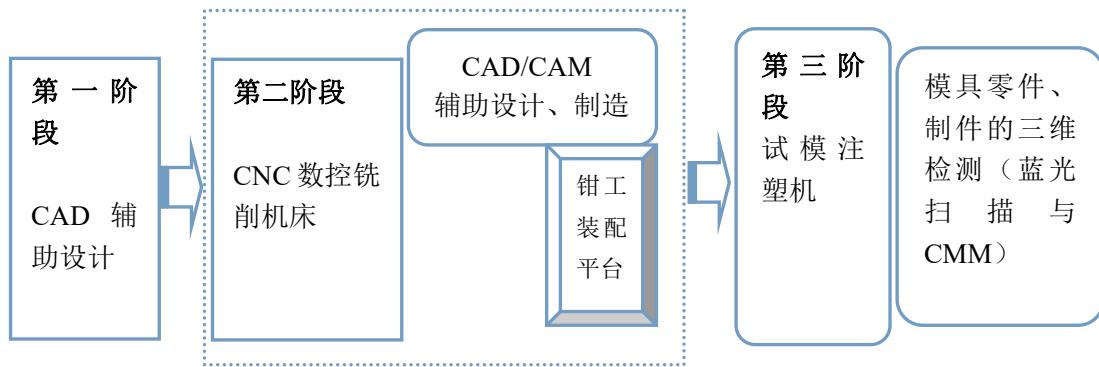

图 2 单元赛位示意图
4. 根据赛项特点，用挡板隔离成竞赛区域构成竞赛单元，后两个阶段赛位面积均不小于 20 m2。每个单元工位布置简图如下图 2: